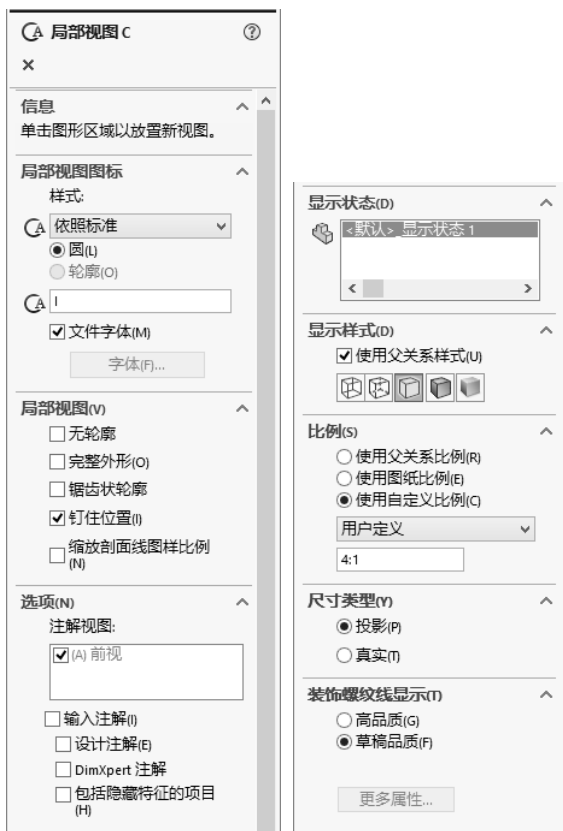

图 6-20 “局部视图”属性管理器
- 5) 在“局部视图”属性管理器中（见图 6-20）设置选项。